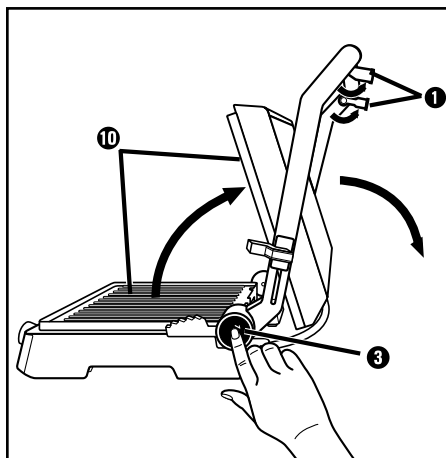

Fig. 1
1) Klap de to støttefødder 1 ud (fig. 1).
2) Tryk på oplåsningsknappen 180° 3 (fig. 1) og åbn produktets låg helt, så begge varmeplader 10 kan bruges som bordgrill.